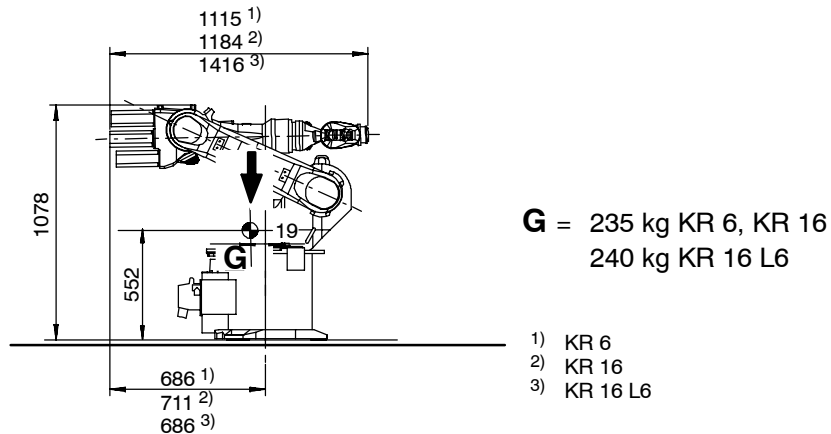

Fig. 72 Position de transport du robot monté au sol
(2) Mettre le robot en service et l'amener en position de transport (Fig. 72).